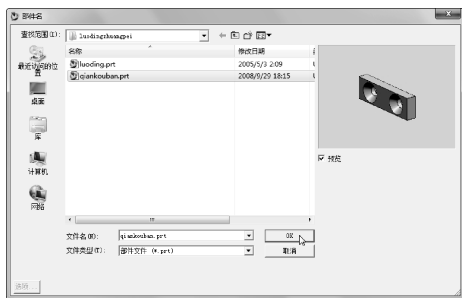

图 6-42 打开第 1 个部件
- 03 单击【打开】按钮，从本例文件夹中打开素材文件【qiankouban. prt】，如图 6-42 所示。